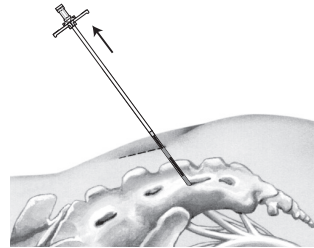

Figure 10. Maintenir l'électrode et retirer la gaine de l'introducteur et le mandrin de l'électrode.
9. Lorsque la position de l'électrode est satisfaisante, maintenir celle-ci en place et retirer avec précaution la gaine de l'introducteur et le mandrin de l'électrode (Figure 10).